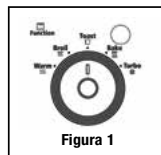

Figura 1
1. **Perilla selectora de función** - Seleccione la función de cocción girando la perilla a la graduación deseada. (Ver la Figura 1)